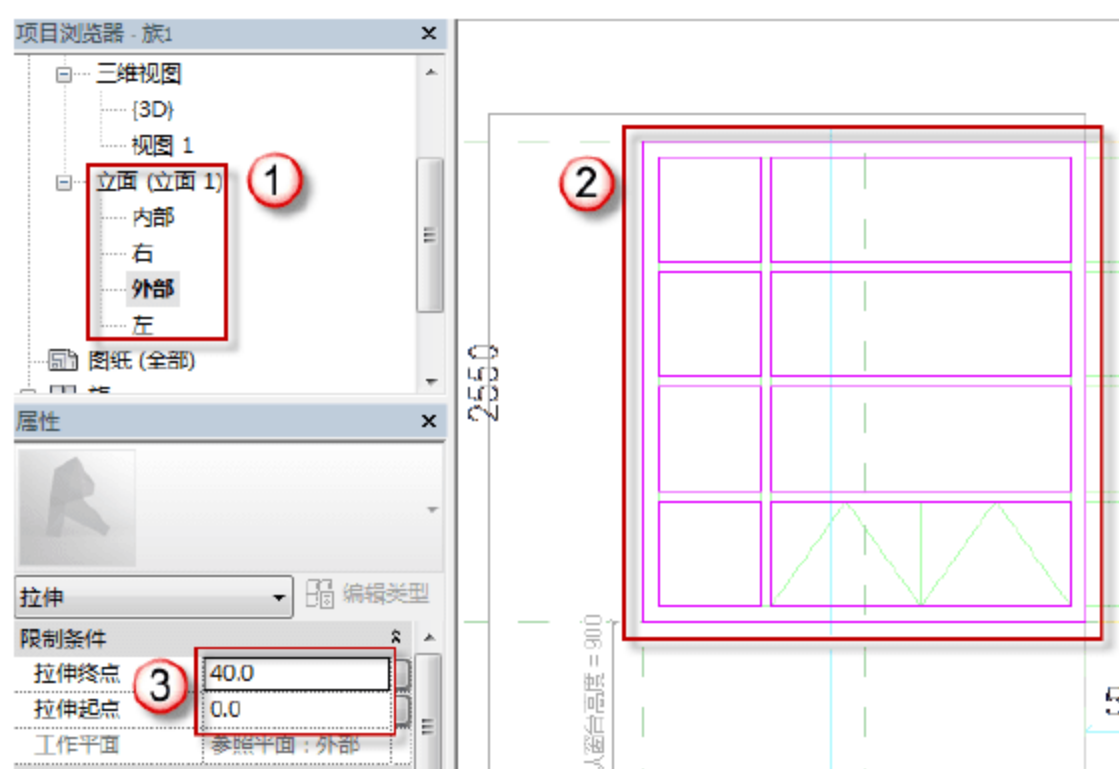

图 7.1.13 绘制窗框拉伸
(11) 绘制 C2925 窗框。选择“创建”→“拉伸”命令，进入“修改 | 编辑拉伸”界面，用菜单中的绘制工具绘制窗框，如图 7.1.13 所示。修改 C2925 窗框的位置及厚度，在“属性”面板中，在“拉伸终点”中输入“40”字样，在“拉伸起点”中输入“0”字样。完成后，单击√按钮完成绘制。